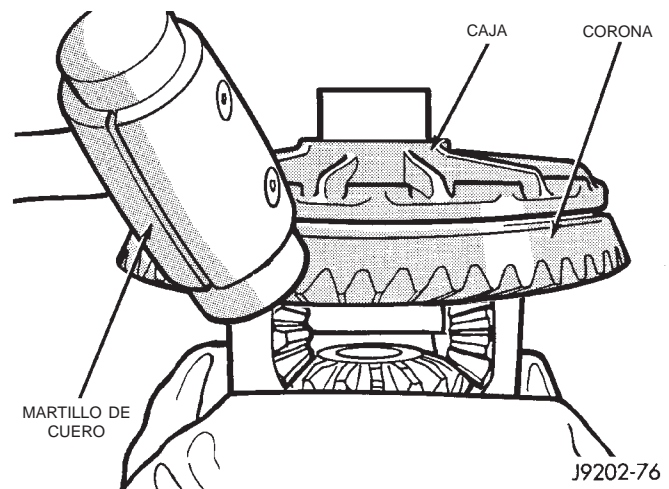

Fig. 42 Desmontaje de la corona
(1) Retire el diferencial de la caja del eje.
(2) Coloque la caja del diferencial en una mordaza adecuada con mandíbulas protectoras de metal blando (Fig. 42).
(3) Retire los pernos que sostienen la corona a la caja del diferencial.
(4) Mediante el empleo de un martillo blando, retire la corona de la caja del diferencial (Fig. 42).